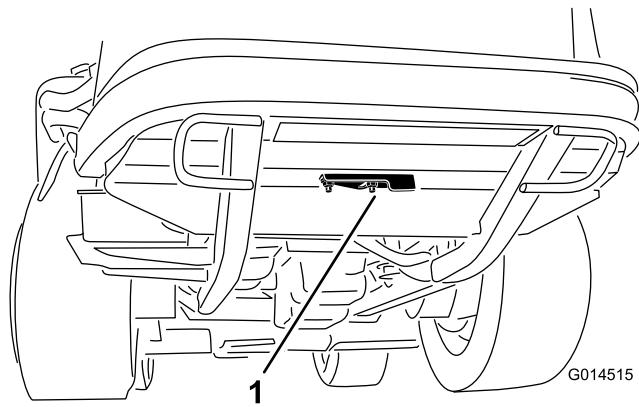

図 46
- クリーン・アウト・カバーを後フレームの下側に固定しているフランジナットをゆるめる（図 46）。カバーをめくると、フレームのクリーン・アウト・ホール（清掃穴）が露出する。